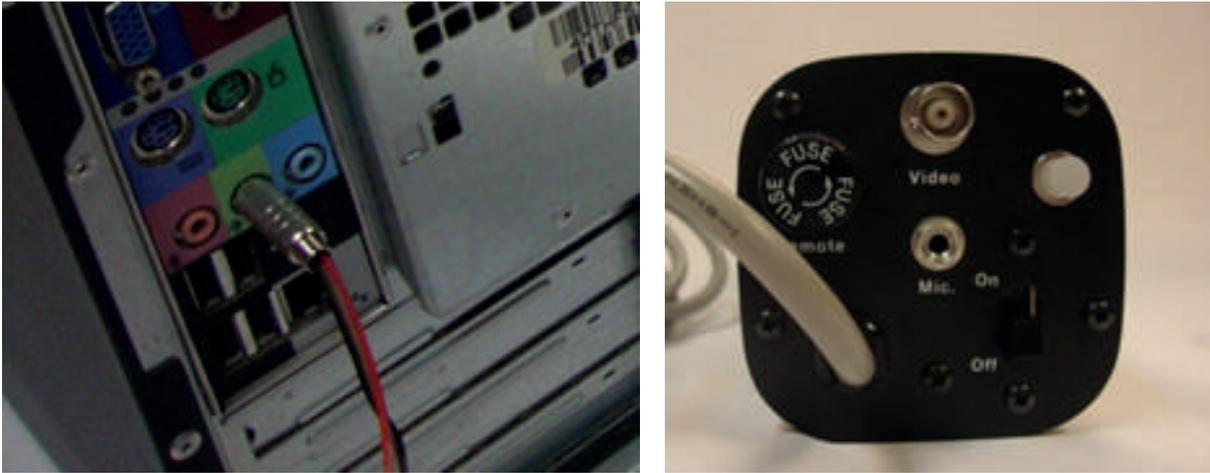

Figura 8.6. Entrada de audio al láser
c) Conecte la salida de audio de la computadora a la entrada de micrófono del rayo láser (figura 8.6).